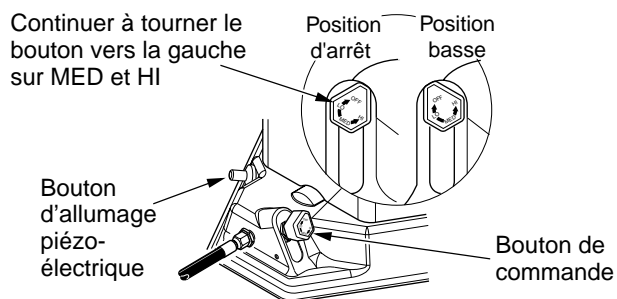

Figure 4 - Emplacement du bouton de commande et du bouton de l'allumeur piézo-électrique
5. Appuyer légèrement sur le bouton de commande et le tourner vers la gauche sur la position basse (voir la figure 4).
- Si le brûleur principal s'éteint, couper le gaz. Appuyer légèrement sur le bouton de commande et le tourner à fond vers la droite sur la position ARRÊT (OFF) Vérifier le niveau de gaz. S'il y a assez de gaz, redémarrer l'appareil en commençant à l'étape 1 (voir la figure 4).